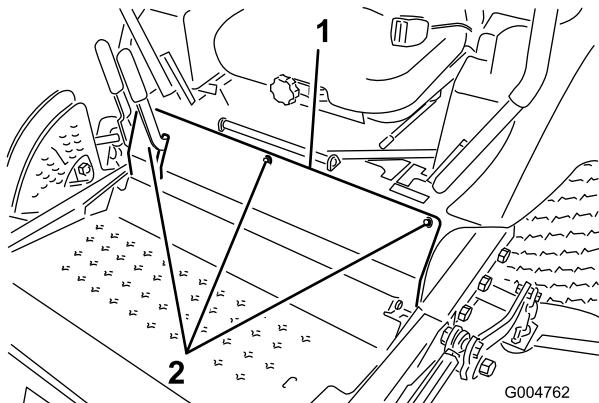

図 61
3. 前パネルを止めているボルトを外して前パネルを外す（図 61）。